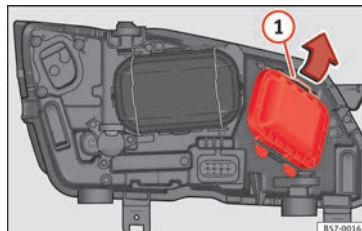

Fig. 107 Dans le compartiment moteur : retirer le cache.
2. Déplacez le tirant » fig. 107 ① dans le sens de la flèche puis retirez le cache.